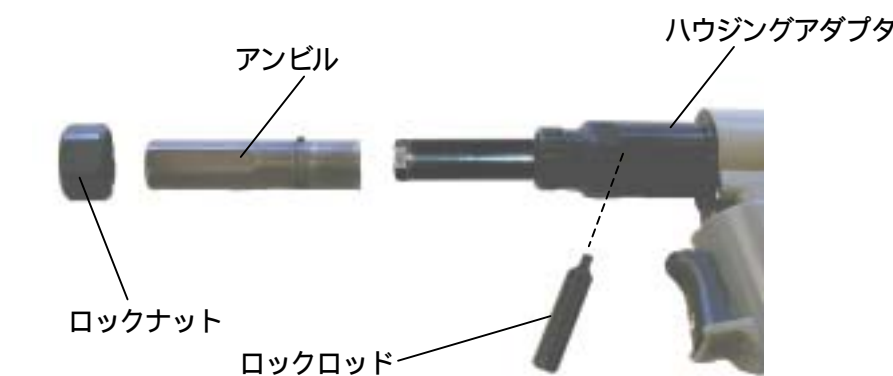

図6-1
(1) スパナでロックナットを外し、アンビルを外してください。(図6-1)